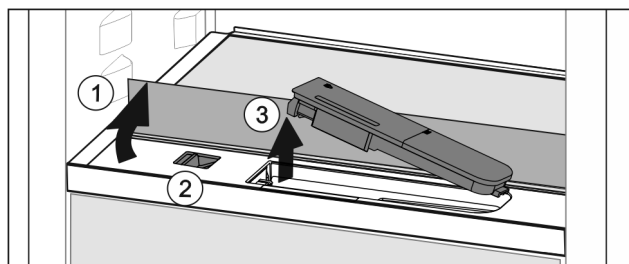

Fig. 46
- Løft glaspladen og klap den bagud til anslag Fig. 46 (1).
- Skyd skyderen Fig. 46 (2) mod venstre.
- Tag vandbeholderen Fig. 46 (3) ud.